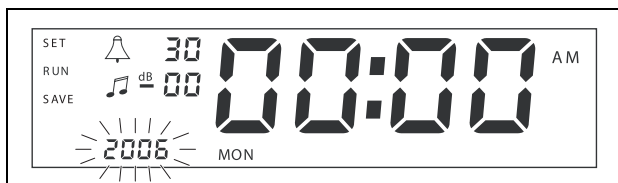

Abbildung 5.1: Starten der Einstellsequenz von Datum und Uhrzeit
- 2 Drücken Sie die SET-Taste so lange, bis die Jahreszahl zu blinken beginnt (siehe Abbildung 5.1).